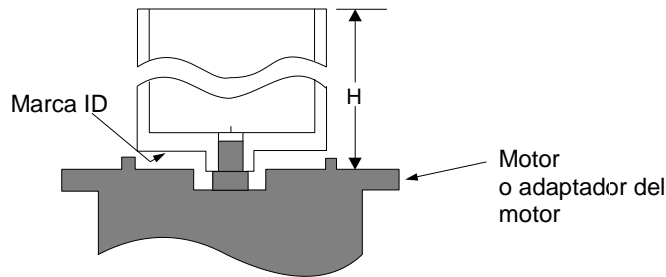

Figure 18
4. Use la tabla siguiente [Fig. 18] para la correcta colocación del magneto motriz.
5. Monte y atornille el bastidor (19) al motor. (Verifique orientación / Etiqueta)
6. Monte y asegure el magneto motriz (232) al eje del motor. [Fig. 18] \*Nota: Use Loctite 242 (traba rosca) y aplique torque al juego de tornillos a 8.9 pies-lbs (12 Nm).